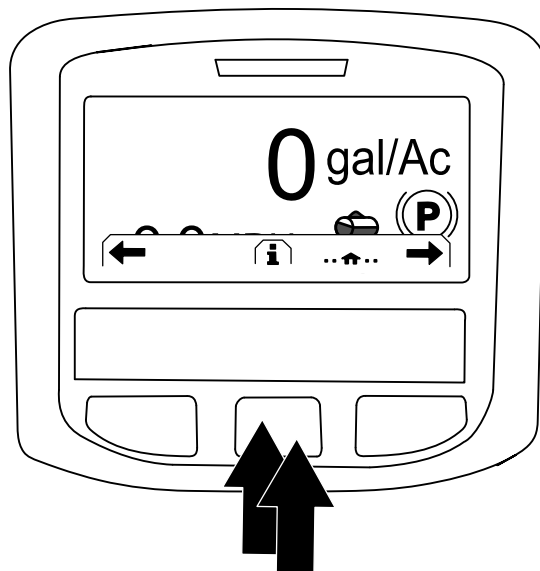

図 225
2. インフォセンターのホーム画面で、中央ボタンを押して、ナビゲーション画面に入る 図 225。
3. 中央ボタンをもう一度押してメインメニューを表示させる 図 225。